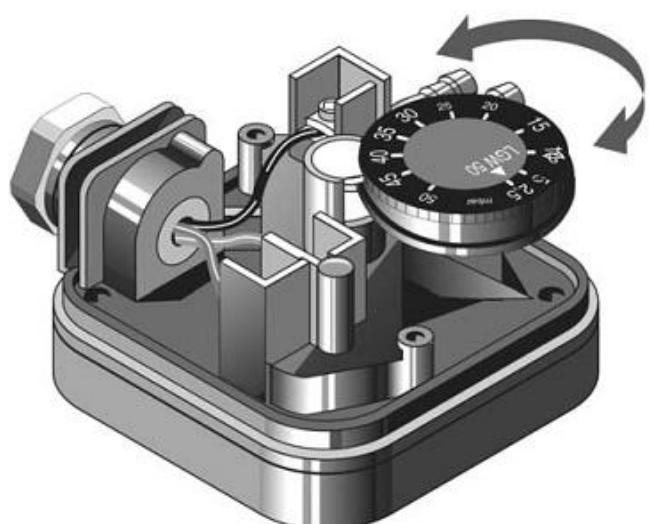

Рисунок 2.10 – Реле настройки давления воздуха
2.4.23.1 Реле давления воздуха (рисунок 2.10) имеет предварительную настройку.